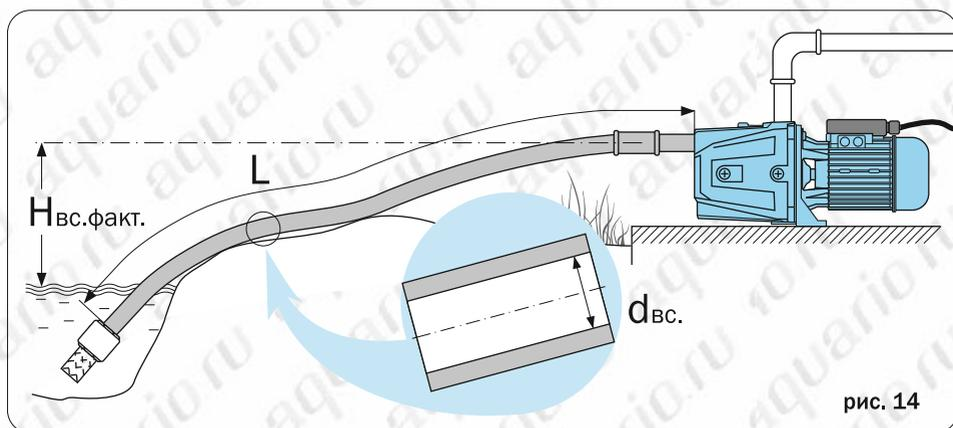

рис. 14
**Ключевые параметры всасывающей магистрали** (рис. 14):
То есть **ΣHпотер. = Hвс.факт. (рис.14) + Hпотер. по длине.**
Дано: рис.14 **Hвс.факт. = 5 м** **L = 35 м**